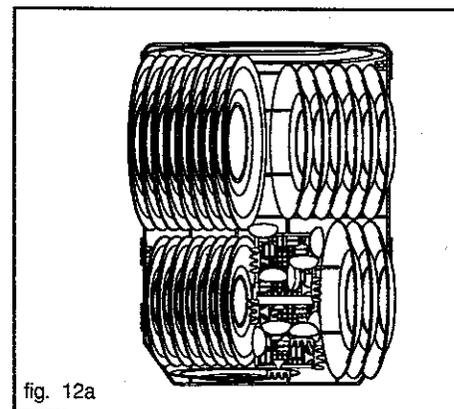

fig. 12a
2. Placer dans ce panier: assiettes, plates, creuses, à dessert, casseroles et plats (fig. 12a-12b). Exemple de disposition de la vaisselle: